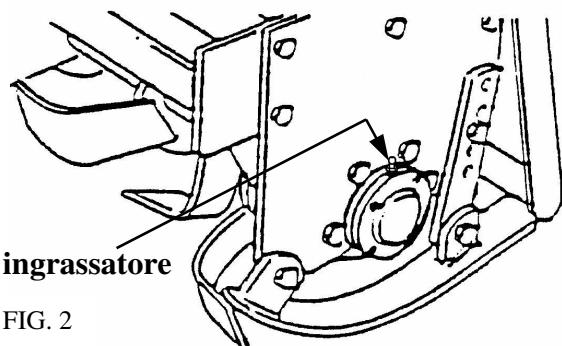

FIG. 2
- Ingrassare il supporto del rotore posizionato sul lato destro della zappatrice (vedere fig. 2). Prima di effettuare questa operazione è necessario pulire l'ingrassatore per impedire che il fango o corpi estranei di vario tipo possano mescolarsi col grasso e quindi diminuire la sua capacità lubrificante.Utilizzare questo tipo di grasso: grasso al litio NLGI 2 .